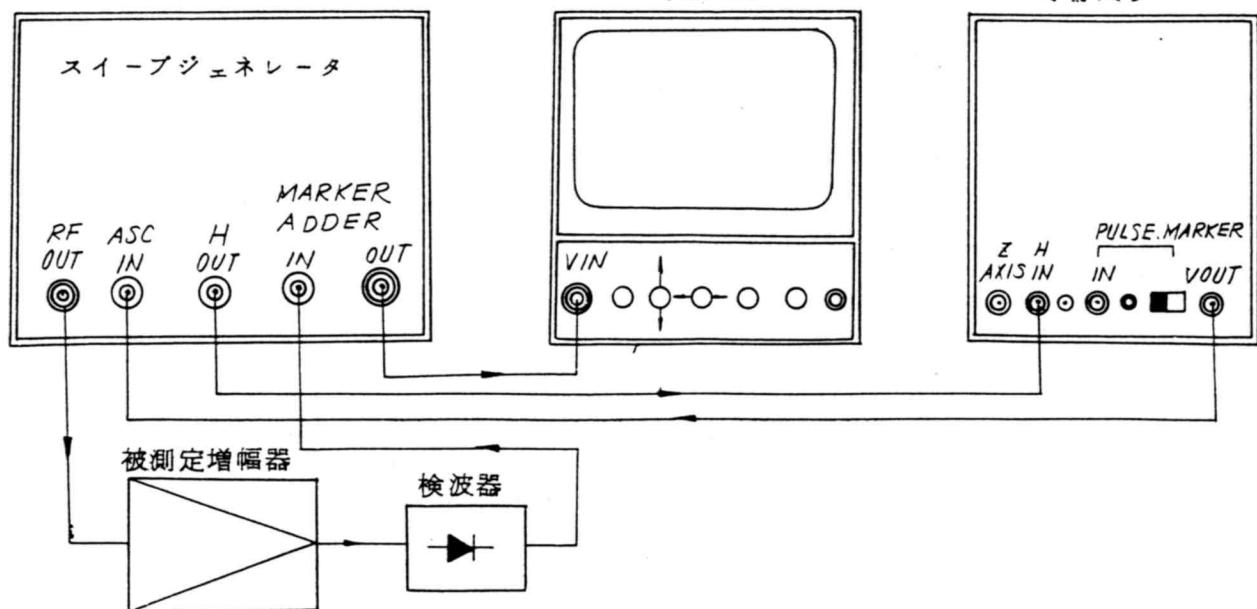
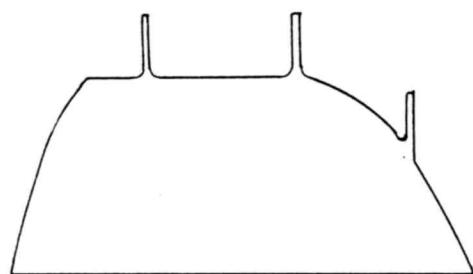

図1 一般的な接続の例
図3 パルスマーカ例
- 3) スイープジェネレータのRF出力を被測定増幅器に加え、増幅器の出力を検波器を通して、本器のV INPUT コネクタに加える。マーカアダプターを持ったスイープジェネレータでは図1のように接続してパルスマーカを垂直軸信号に重畠すると、図3のような帯域特性が描かれる。
- 4) ASC(自動サイズ制御)機能を持ったナショナルスイープジェネレータであれば、図1のように本器背面のV OUTPUT コネクタの出力をスイープジェネレータのASC IN のコネクタに接続すると、画像の垂直振幅があらかじめ定めた値になるように、スイープ出力が自動制御されるので、V GAIN の調整の手間が省けて、測定の能率を高めることができる。
付図 1 に、本器の回路系統図、巻末に回路図を示した。
寸図 1 回路系統図